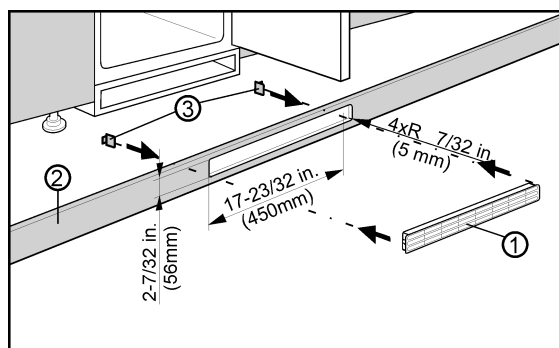

Fig. 8
L'aération à partir du bas au travers du plancher de l'élément de cuisine peut être réalisée à l'aide de la grille de ventilation Fig. 8 (3) fournie ou d'une ouverture de ventilation dont la surface de section est d'au moins 31 in² (200 cm²). Si vous utilisez la grille de ventilation jointe Fig. 8 (1), procédez comme suit :
- ▶ Placer la grille de ventilation Fig. 8 (1) dans la découpe réalisée dans le plancher de l'élément de cuisine Fig. 8 (2).
- ▶ Enchâsser les raccords encliquetables Fig. 8 (3) à partir de l'arrière dans la grille jusqu'à ce que les crochets touchent le plancher de l'élément de cuisine.